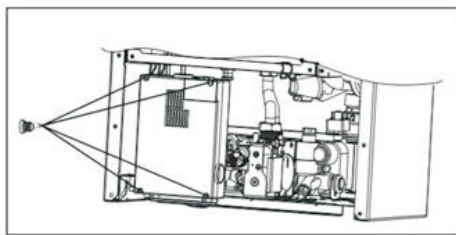

Рис.16
- открутить 4 винта в передней части панели управления (рис.16)